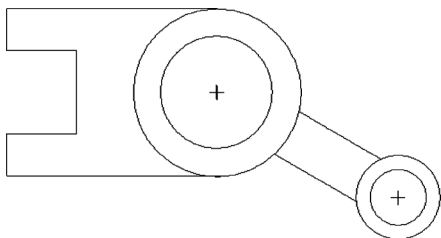

图 3-65 打开模型文件
STEP 01 单击快速访问工具栏中的“打开”按钮, 打开模型文件, 如图 3-65 所示。